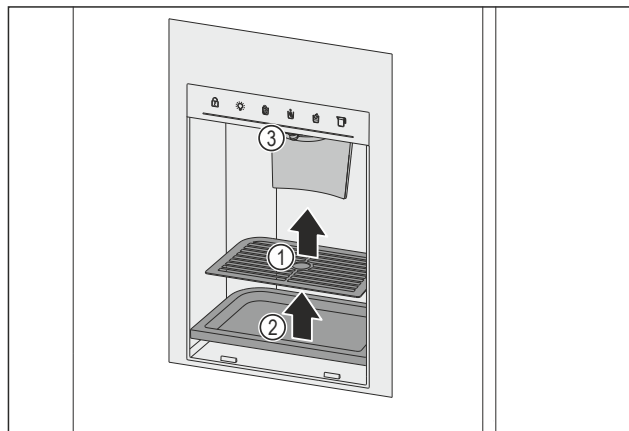

Fig. 154 Retrait de la grille d'écoulement et du bac d'écoulement
- Retirer la grille d'écoulement Fig. 154 (1).
- Retirer le bac d'écoulement Fig. 154 (2).
- Nettoyer l'évacuation Fig. 154 (3) et la zone environnante avec un chiffon doux et propre, de l'eau tiède et un peu de produit de nettoyage.